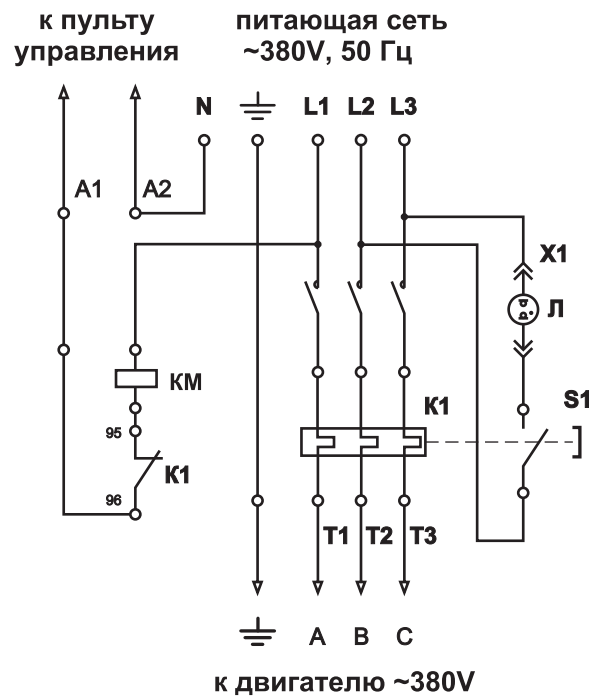
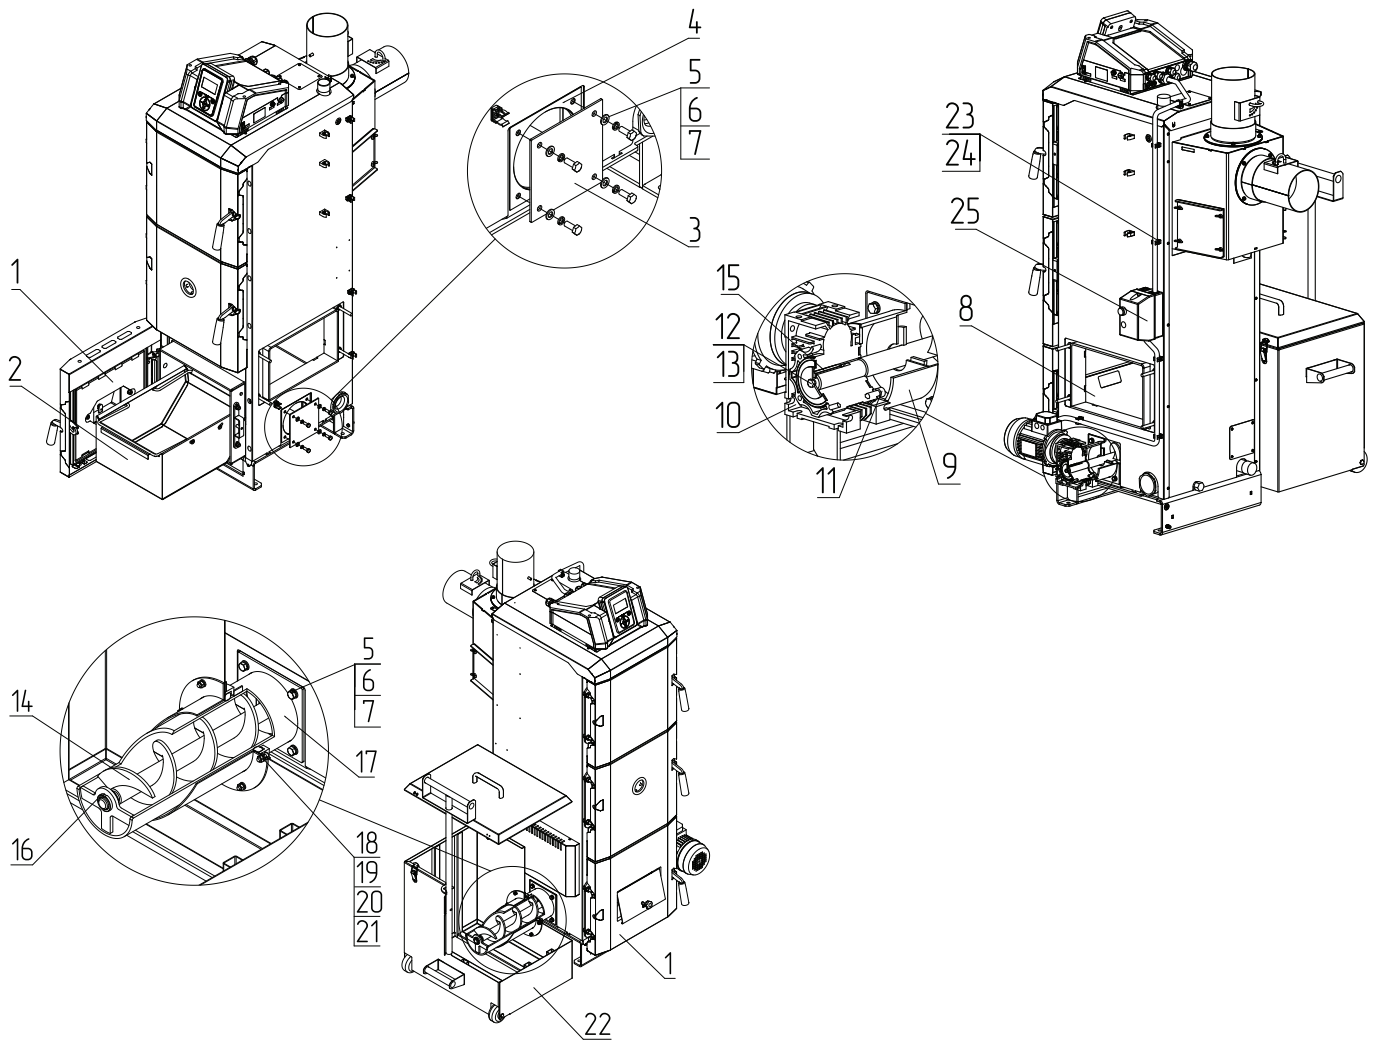
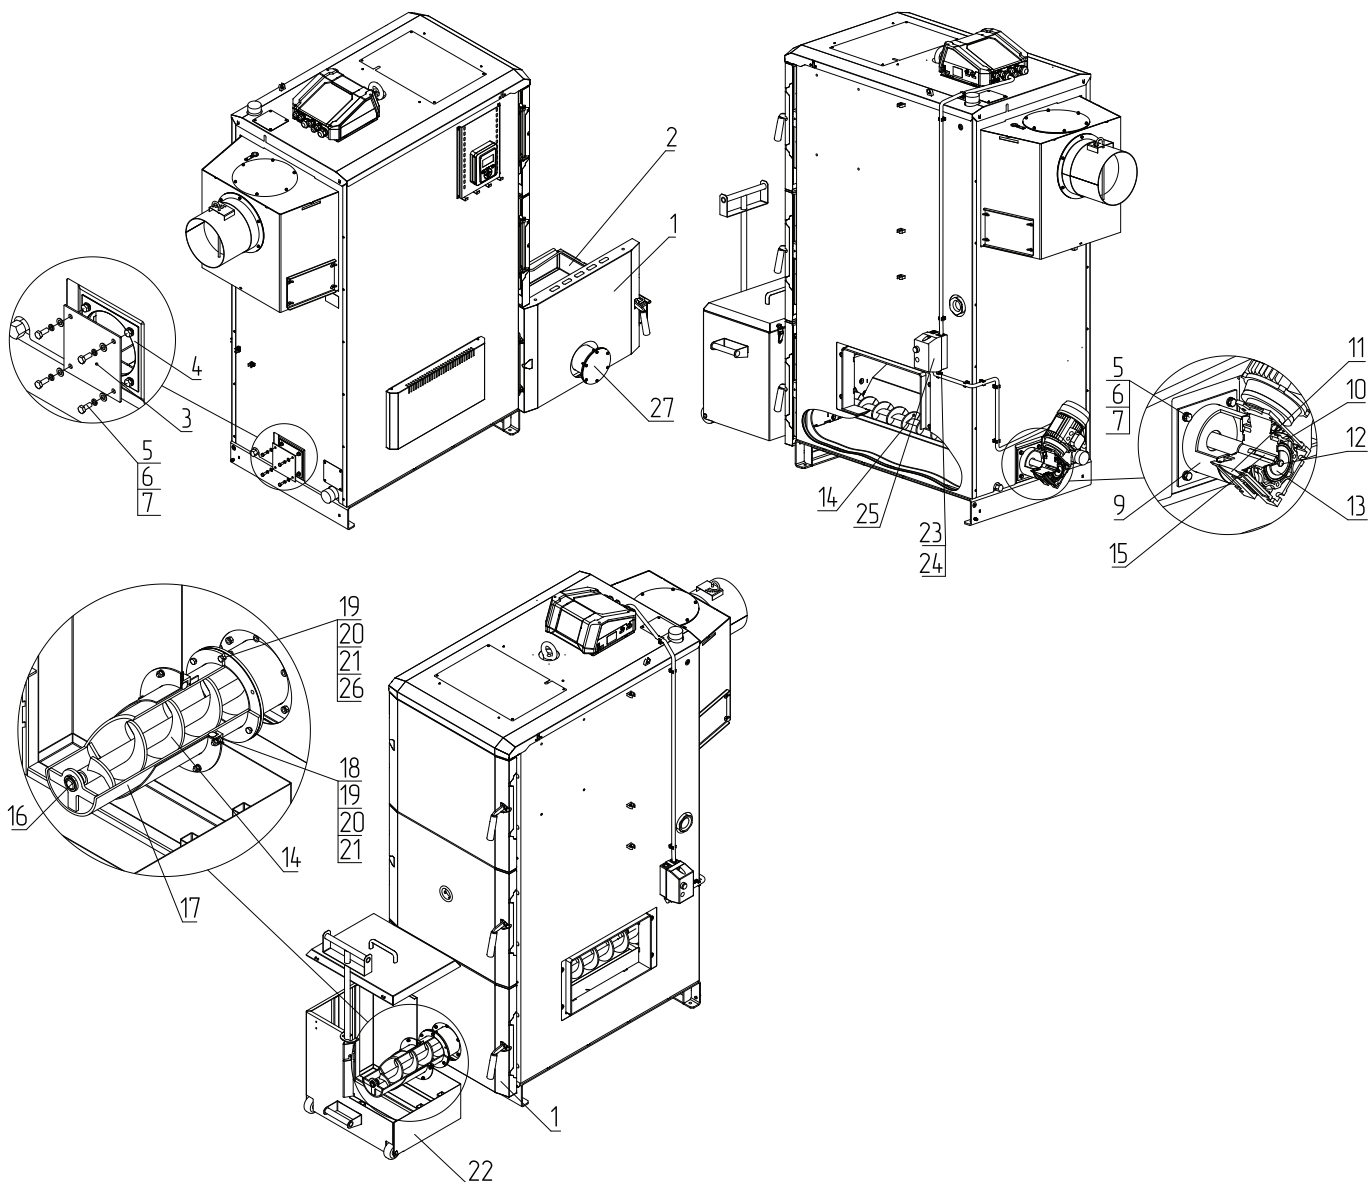

Рис.13 Схема подключения щита управления
Рис.14 Монтаж золоудаления котла ZOTA Stahanov 16-65 кВт кВт
Рис.15 Монтаж золоудаления котла ZOTA Staharov 85-135 кВт
1. Откройте зольную дверцу (**Рис.14, Рис.15, поз.1**);
2. Извлеките зольный ящик (**Рис.14, Рис.15, поз.2**). В котлах ZOTA Stahanov 85-135 кВт зольных ящиков 2;
3. Снимите заглушки золоудаления (**Рис.14, Рис.15, поз.3**), выкрутив болты М8х20 (**Рис.14, Рис.15, поз.5**).
В котлах ZOTA Stahanov 85-135 кВт необходимо снять заглушку золоудаления фронтальную (**Рис.15, поз.27**);
4. Установите скаты золоудаления (**Рис.14, Рис.15, поз.8**);
5. Установите шнек (**Рис.14, Рис.15, поз.14**);
6. Соберите фланец (**Рис.14, Рис.15, поз.9**) с мотор-редуктором (**Рис.14, Рис.15, поз.10**) винтами М8х20 (**Рис.14, Рис.15, поз.11**);
7. Установите шпонку (**Рис.14, Рис.15, поз.15**);
8. Зафиксируйте шпонку болтом и шайбой фиксирующей (**Рис.14, Рис.15, поз.12, поз.13**);
9. Установите собранный элемент механизма золоудаления через прокладку (**Рис.14, Рис.15, поз.4**) и зафиксируйте болтами М8х20, шайбами и шайбами пружинными (**Рис.14, Рис.15, поз.5, поз.6, поз.7**), как показано на **Рис.13**;
10. Установите на противоположную сторону, вместо заглушки (**Рис.14, Рис.15, поз.3**), патрубков (**Рис.14, Рис.15, поз.17**), зафиксировав его болтами М8х20, шайбами и шайбами пружинными (**Рис.14, Рис.15, поз.5, поз.6, поз.7**);
11. Установить внешний зольный ящик (**Рис.14, Рис.15, поз.22**);
12. Закрепите хомут-клипсы на боковой стенке котла с помощью саморезов (**Рис.14, поз.24**);
13. Установите щит золоудаления (**Рис.14, Рис.15, поз.25**) на боковую стенку корпуса котла;
15. Закрепите гофрошланги от щита с помощью хомут-клипс (**Рис.14, Рис.15, поз.23**);
16. Подключите шнур управления от щита управления (**Рис.14, Рис.15, поз.25**) к разъему контроллера (см. паспорт и инструкцию по эксплуатации контроллеров ZOTA серии R-Line 230SFA и I-Line 223SFA);
17. Подключите шнур от щита управления к двигателю мотор-редуктора согласно монтажной схемы (**Рис.13**);